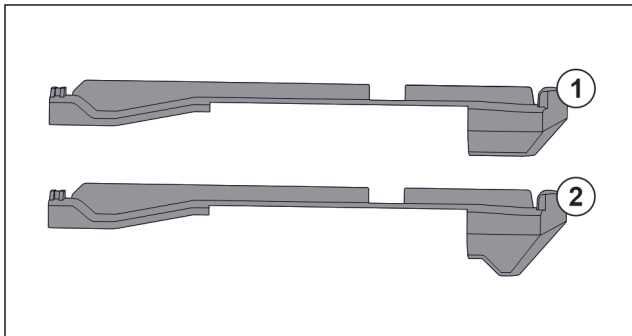

Fig. 62 Vergelijking van de insteekelementen
In het apparaat bevinden zich twee verschillende insteekelementen. Het insteekelement boven de onderste lade *Fig. 62 (2)* heeft een driehoekige rand. Alle overige insteekelementen *Fig. 62 (1)* hebben een rechte rand.
- ▶ Insteekelement *Fig. 62 (2)* met de driehoekige rand boven de onderste lade aanbrengen.
- ▶ Insteekelement *Fig. 62 (1)* met rechte rand op alle overige plekken aanbrengen.